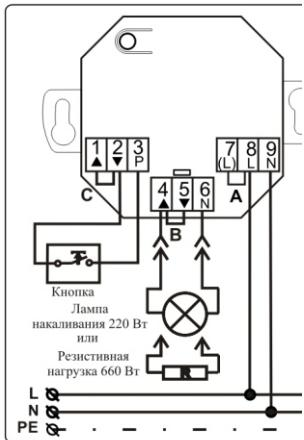

Рисунок 3. Схема подключения к осельным приборам и электрическим нагрузкам.
- снять перемычку между контактами 8 и 7 Nero 8013 UPM (см. рис. 3);
ение Nero 8013 UPM к осветительным приборам, грузке емычку (обозначение «В», см. рис. 3) между контактами 4 и 5 ветительный прибор/электрическую нагрузку к контакту 6 и контактам 4 и 5 устройства.